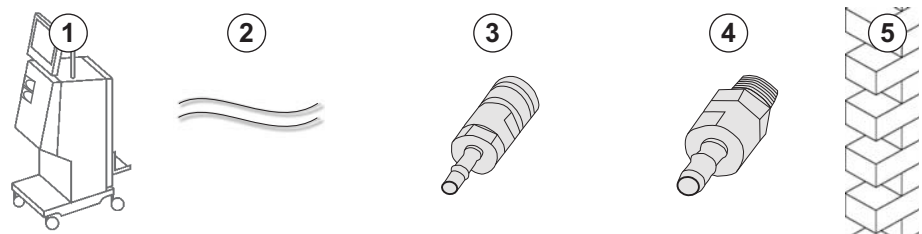

Fig. 4-7 Conectores Aquaboss de concentrado centralizado
- Conector de concentrado fêmea (Fig. 4-7 , ③) (lado da máquina), material 1.4529 EPDM
- Conector de fecho macho de concentrado AISL 316I (④ , lado da parede), material 1.4529 EPDM
1. Adapte o conector fêmea de concentrado ③ ao tubo de fornecimento concentrado central ② vindo diretamente do equipamento de diálise.
2. Adapte o conector fêmea de concentrado ③ ao conector de fecho macho de concentrado ④ , o qual se encontra fixo na parede.